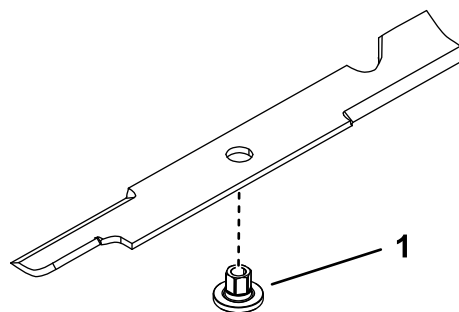

Figura 109
- Instale el casquillo a través de la cuchilla con la brida del casquillo en el lado inferior (lado del césped) de la cuchilla (Figura 109).